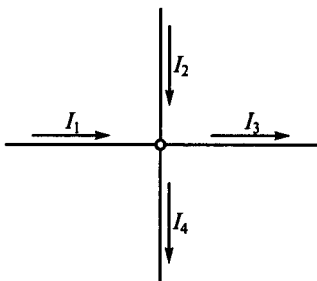

Рис. 28
**1.42.** Какое из уравнений, составленных для схемы, показанной на рис. 28, неверное?